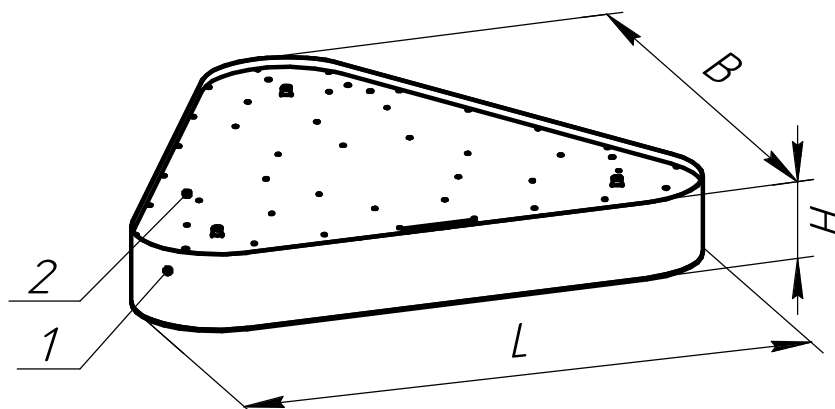

Рисунок 1 - Светильник серии DSO33 Horizon Trio
5.7 Снимите защитную пленку с корпуса и рассеивателя поз.1 (рисунок 1)